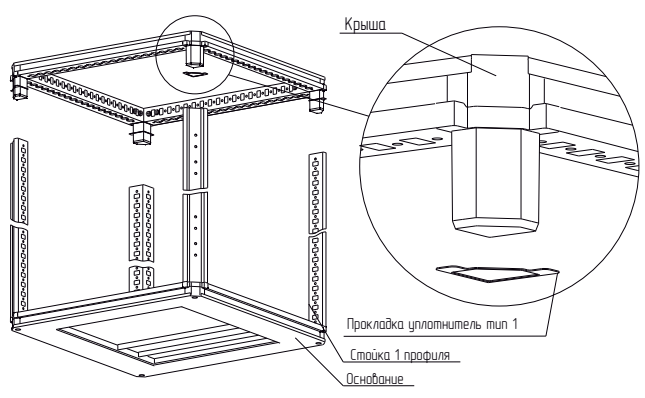

Рисунок 2
4.1.5 Вставить угловые элементы крыши в стойки 1 профиля, придерживая прокладки уплотнителя тип 1 на угловых элементах крыши (рисунок 2).